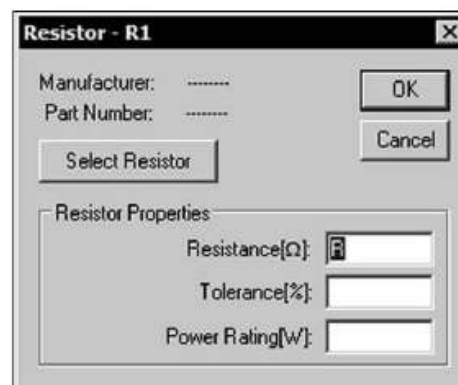

Figure 5.7
1. Pour un résistor n'ayant pas encore de valeur, cela correspond à placer le curseur de la souris sur le R, normalement placé en dessous du symbole (pas le R_n , n étant le numéro du composant qui est placé au dessus), figure 5.7.